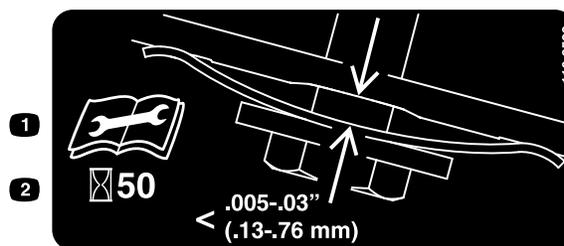

Figura 37
3. Coloque um apalpa-folgas regulado entre 0,13 e 0,76 mm contra a parede e deslize-o para baixo por detrás da mola de tensionamento da correia; consulte Figura 37.